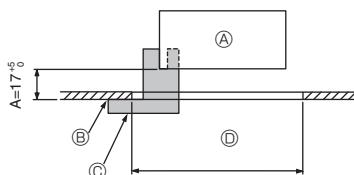
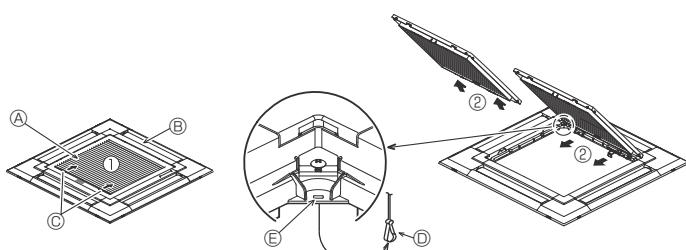
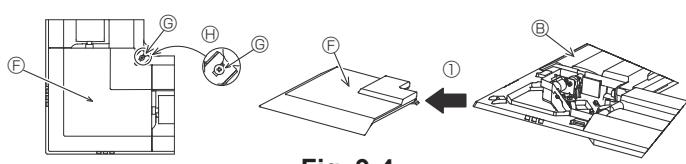

Fig. 9-2
Fig. 9-3
Fig. 9-4
① Izgara	1	950 × 950 (mm)
② Geyç	1	(Dört bölmeli)
③ Vida (4 × 16)	1	PLP-6EAE, PLP-6EALE, PLP-6EALME2 için
④ i-see sensor köşe paneli	1	PLP-6EAE, PLP-6EALE, PLP-6EALME2 için
⑤ Kablosuz uzaktan kumanda	1	PLP-6EALM2, PLP-6EALME2 için
⑥ Uzaktan kumanda yuvası	1	Ürünle birlikte uzaktan kumanda sağlandığında bulunur. *
⑦ LR6 AA pil	2	Ürünle birlikte uzaktan kumanda sağlandığında bulunur. *
⑧ 3,5 × 16 kılavuz vida	2	Ürünle birlikte uzaktan kumanda sağlandığında bulunur. *
9.2. Izgarayı takma hazırlığı (Fig. 9-2)
- Bu kit ile birlikte verilen geyci ② kullanarak ünitenin tavana göre konumunu ayarlayınız ve kontrol ediniz. Eğer ünite tavana göre doğru yerleştirilmezse hava geçirebilir veya kondansasyon bükmesine imkan verebilir.
- Ⓒ Geyç ② (ünite içine sokulu)
9.2.1. Hava giriş izgarasının çıkarılması (Fig. 9-3)
- Hava giriş izgarasını açmak için kolları okla ① gösterilen yönde itiniz.
- Hava giriş izgarası "açık" durumdayken hava giriş izgarasının menteşesini okla ② gösterilen şekilde izgaradan ayırın.
9.2.2. Köşe panelinin çıkarılması (Fig. 9-4)
- Köşede bulunan 4 vidayı gevşetin. Köşe panelini çıkarmak için köşe panelini şekildeki ① numaralı okla gösterilen şekilde itin.
- [Fig. 9-3] [Fig. 9-4]
- Ⓑ Izgara ①